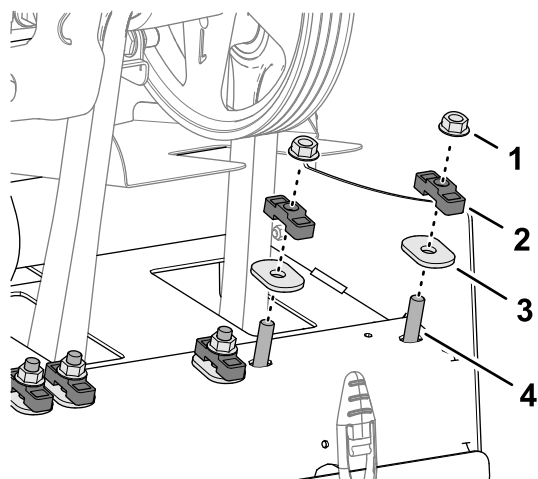

図 132
1. ロトリックのダンパーシャフトをマシンの後部フレームに固定しているフランジロックナット 2 個を外す 図 132。